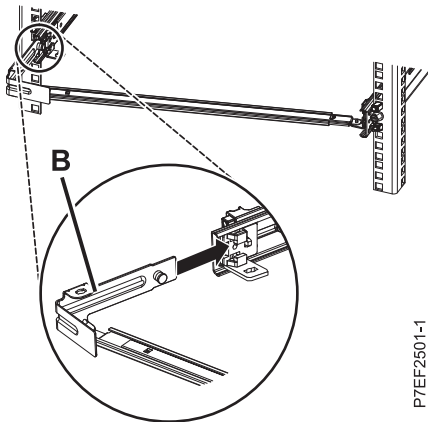

Abbildung 11. Stift herausziehen und Halterung in der Schiene installieren
- Bringen Sie den Kabelträgerhaltewinkel (B) an der Aussparung an der Innenseite der linken Schiene an, indem Sie den Haltewinkel (B) in die Schiene schieben, bis der gefederte Stift einrastet. Einzelheiten finden Sie unter Abb. 11 auf Seite 10.